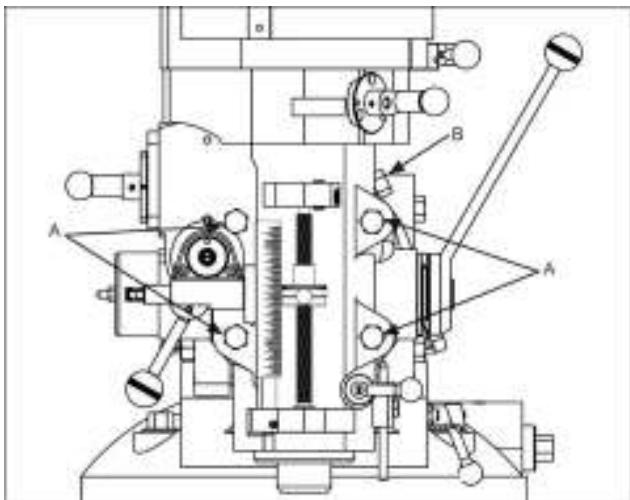

Рисунок 16
1. Ослабьте четыре больших шестигранных гайки, закрепляющих фрезерную головку на переходнике подвижной консоли станка (см. рис. 16). Достаточно повернуть гайки на четверть оборота, чтобы сдвинуть головку.
- Поверните накидную гайку (В, Рис. 16) чтобы повернуть фрезерную головку влево или вправо на требуемый угол. Для установки головки под нужным углом пользуйтесь шкалой, расположенной на переходнике консоли.